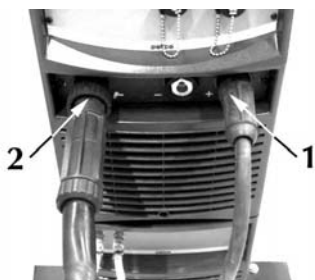

Fig. 11
- 1) Collegare il connettore (Fig. 11) della pinza di massa alla presa positiva (+) del generatore.